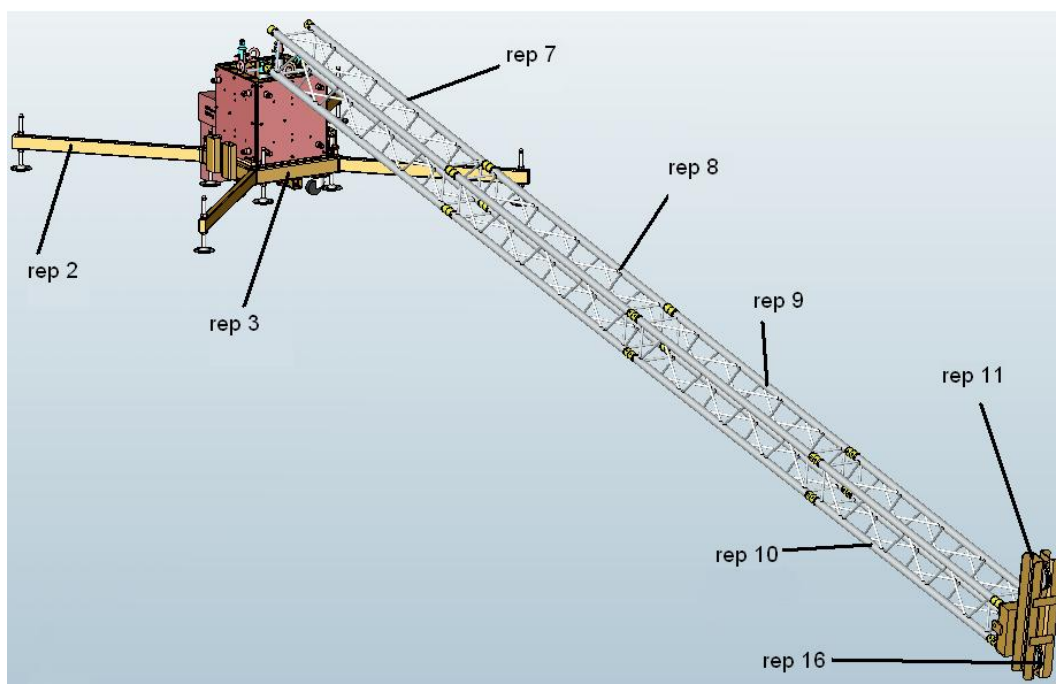

fig.14
c) Passer la chaîne du treuil sur les 2 poulies (rep 16) (fig.14).